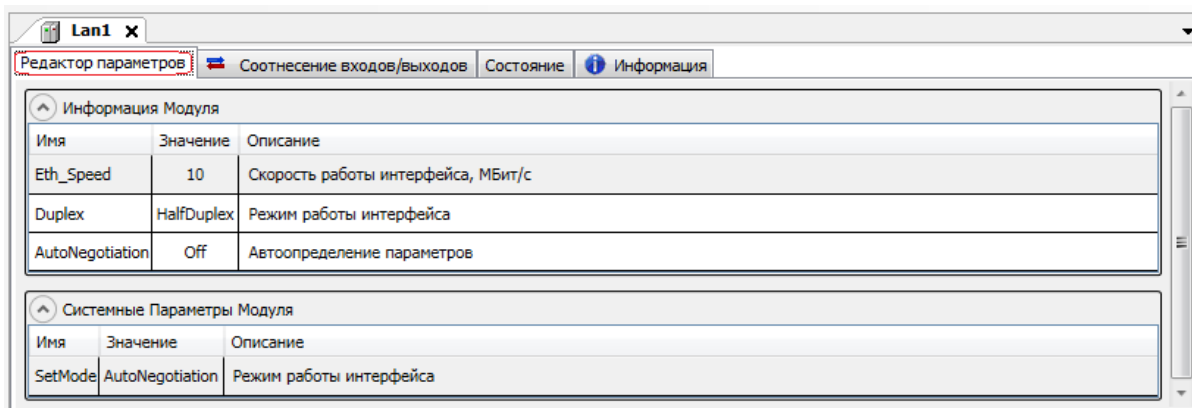

Рисунок 3.65 – Модуль *Lan1*. Закладка *Редактор параметров*
- 2 Перейти на закладку *Редактор параметров* (рисунок 3.65) и настроить соответствующие параметры модуля.